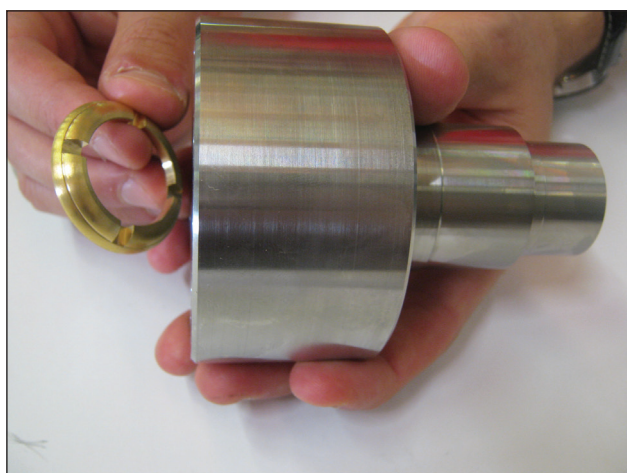

图 118
- 在HP（高压）密封垫圈支撑已分开后，通过专用的塑料销子（③图 116）使H.P.（高压）密封圈组（④图 117）出来，最后取出泵头的环(图 118)。